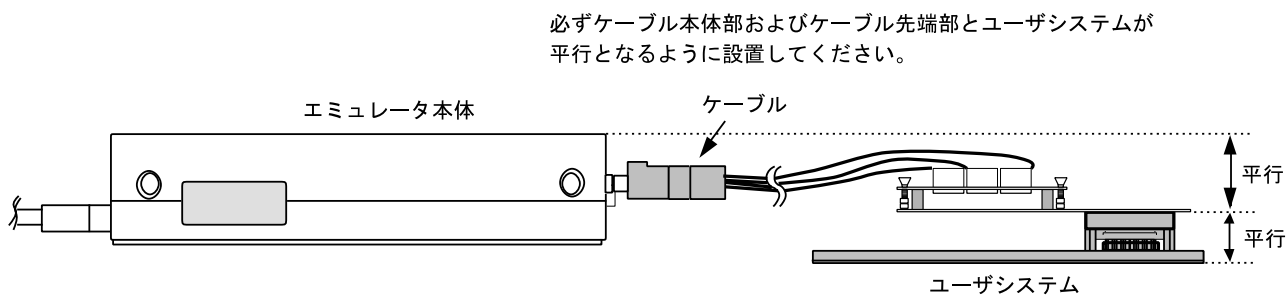

図11 設置例
- (1) ユーザシステムへの接続時には1ピン位置に十分注意して、誤接続は絶対にしないでください。
- (2) 本ユーザシステムインタフェースケーブルを使用する場合の推奨マウントパッド寸法は、MCU実装用マウントパッド寸法とは異なりますので注意してください。
- (3) 本ユーザシステムインタフェースケーブルは、HS7010EPI60Hエミュレータ専用ですので、他のエミュレータ本体には使用しないでください。
- (4) ケーブル本体部が断線する可能性がありますので、本ユーザシステムインタフェースケーブルの上に重いものや金属等の角の尖ったものを置かないでください。
- (5) ユーザシステムに接続した状態では、ユーザシステムインタフェースケーブル、特にケーブル先端部に無理な力が加わらないように注意する必要があります。図11の設置例を参照してご使用ください。